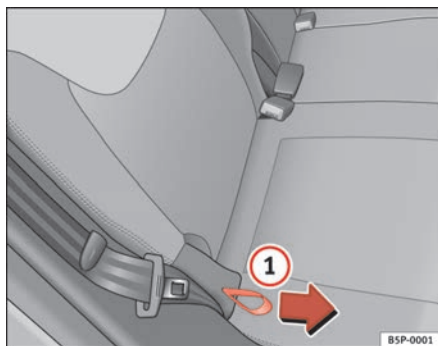

Abb. 97 Einstellung der Lehnenneigung, Rücksitz
- Halten Sie die Rückenlehne oben fest. Ziehen Sie die seitliche Zugschlaufe am Sitz ⇒ Abb. 97 ① in Pfeilrichtung und halten Sie die Zugschlaufe in dieser Stellung. Drücken Sie die Rückenlehne in die gewünschte Stellung nach hinten und lassen Sie die Zugschlaufe los.